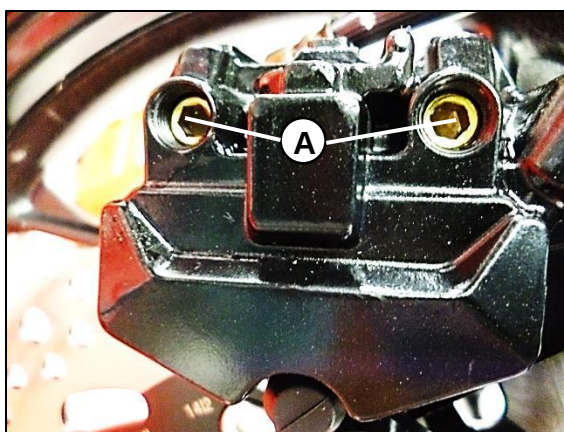

Fig. 07
Afloje los pasadores de pastilla de frenos (A). **Fig. 07**